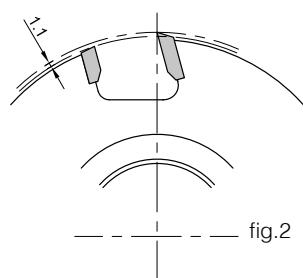

fig.2
- 1.4. Forma redonda do corpo, com saída máxima do cortante de 3 mm (fig.2).
- 1.4. Forma redonda del cuerpo, con máxima salida del cortante de 3 mm (fig.2).